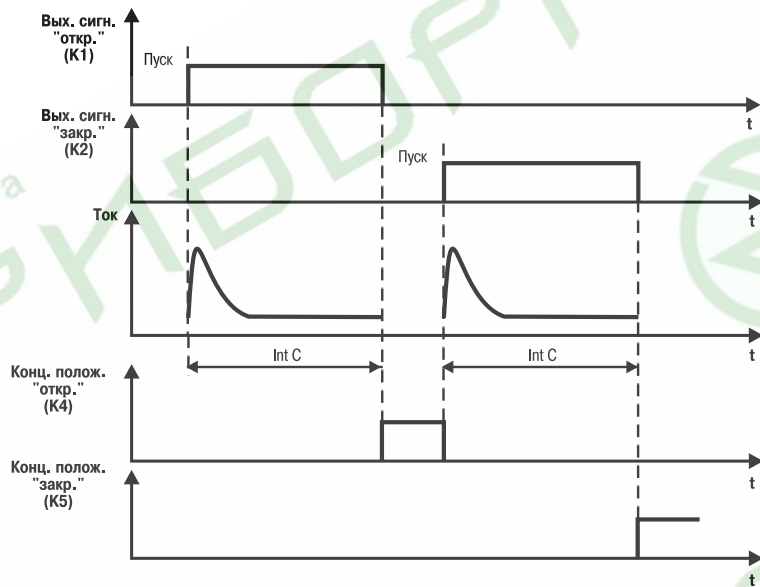

Рис. 7
3.2.11.1.3. При $PrES = 2$ концевые положения определяются только по времени, определенном в параметре \bar{cntC} (рис. 7).